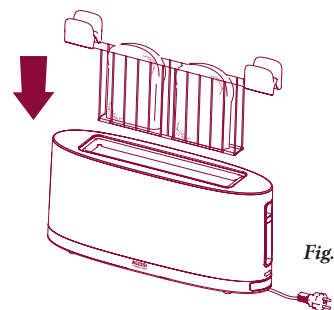

Fig. 14
- 2 Sluit de tosti-tang en breng hem in het broodrooster in (fig. 14).